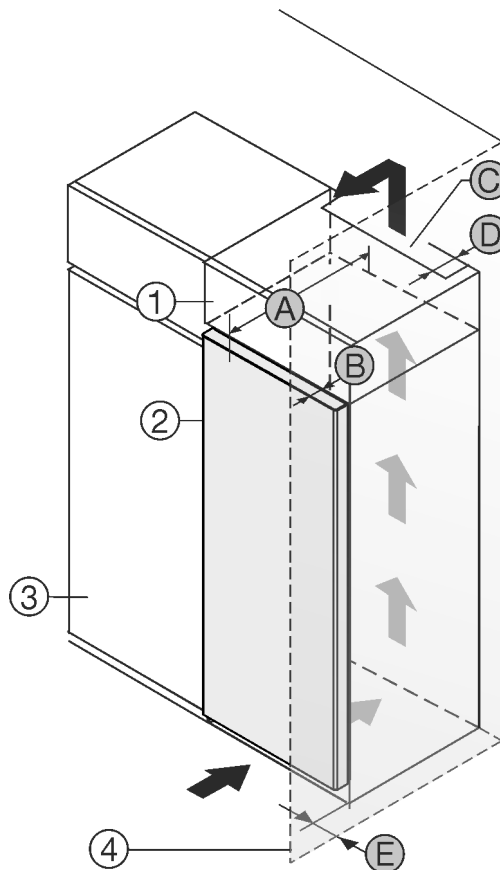

Fig. 1
Vous pouvez placer le réfrigérateur directement à côté de l'armoire de cuisine *Fig. 1 (3)*.\*
Une sortie d'air avec la profondeur *Fig. 1 (D)* doit être présente au dos de la rehausse sur toute sa largeur.\*
La section de ventilation *Fig. 1 (C)* sous plafond doit être respectée.\*
Si le réfrigérateur est installé avec les charnières près d'une paroi *Fig. 1 (4)*, la distance entre le réfrigérateur et la paroi doit être d'au moins 13 mm.\*
Si le réfrigérateur est installé avec les charnières près d'une paroi *Fig. 1 (4)*, la distance entre le réfrigérateur et la paroi doit être d'au moins 20 mm.\*
Pour pouvoir ouvrir complètement les portes, le réfrigérateur doit dépasser de la profondeur de la porte *Fig. 1 (B)* par rapport à la façade du placard. L'appareil peut déborder encore plus en fonction de la profondeur des placards *Fig. 1 (3)* et de l'utilisation de cales d'épaisseur.\*